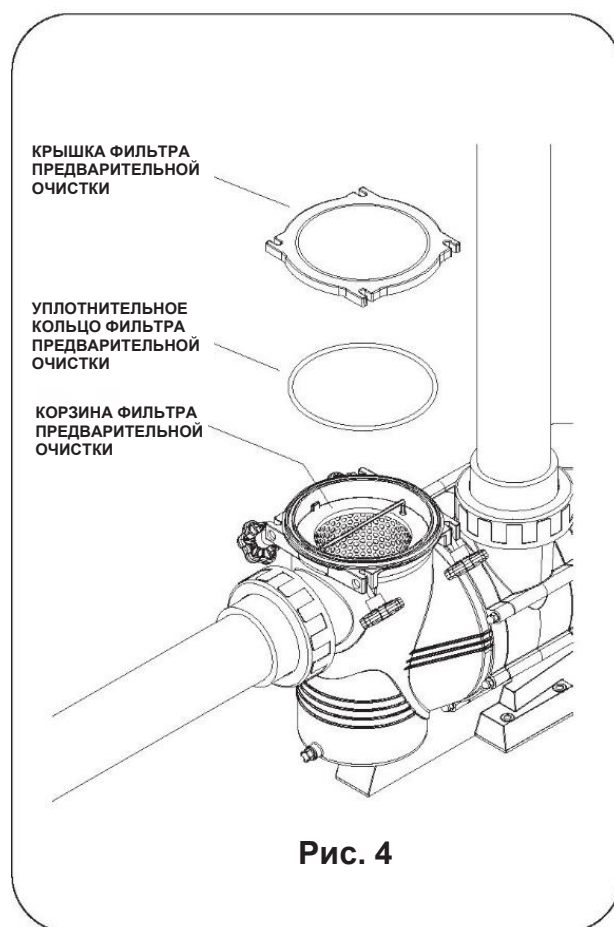

Рис. 4
1. Открыть крышку фильтра предварительной очистки (Рис. 4)
- Каждый раз при открытии фильтра предварительной очистки необходимо удалять загрязнения из места посадки и самого соединения, чтобы обеспечить надлежащее герметичное прилегание крышки (Рис. 4).